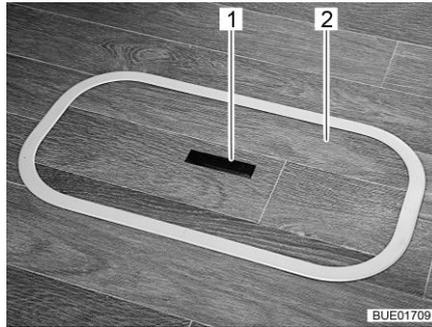
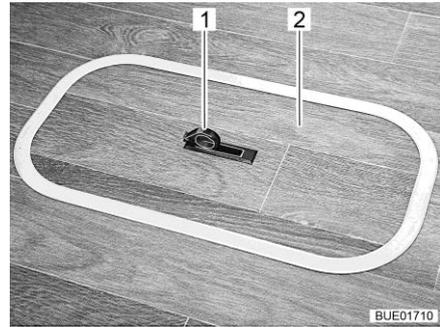

Bild 70 Abdeckung Bodenfach (Griff versenkt)
Bild 71 Abdeckung Bodenfach (Griff herausgeschwenkt)
- Auf einer Seite die Griffplatte (Bild 70,1) nach unten drücken. Der Griff (Bild 71,1) schwenkt nach oben.
- Die Abdeckung (Bild 70,2 bzw. Bild 71,2) nach oben abnehmen.